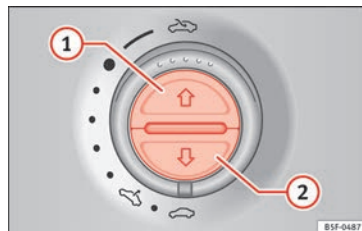

Bild 139 På det inre takfodret: knappar för soljalusierna
Öppna helt (automatiskt):	Tryck snabbt på knappen » » bild 139 (1).
För att stoppa automatisk drift:	Tryck snabbt på knappen » » bild 139 (1) eller » » bild 139 (2).
För att ställa in mellanläget:	Håll inne knappen » » bild 139 (1) eller » » bild 139 (2) tills önskad position nås.
För att stänga helt (automatiskt):	Tryck snabbt på knappen » » bild 139 (2).
- *Soljalusier:* Inom 5 sekunder efter att klämskyddsfunktionen har aktiverats trycker du på knappen » **bild 139**  tills soljalusierna stängs helt.